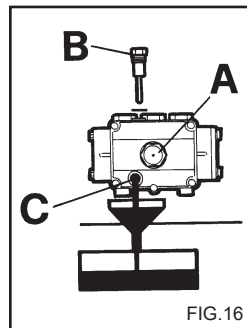

FIG. 16
1) Skruva ur dränerings-pluggen som är placerad under pumpen (fig. 16 C).
2) Skruva ur locket med oljesticka (fig. 16).